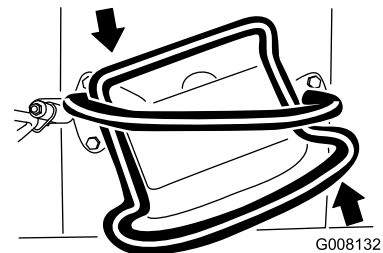

Figure 10
- Pour tourner à la gauche, tournez la commande de déplacement dans le sens anti-horaire (Figure 10).